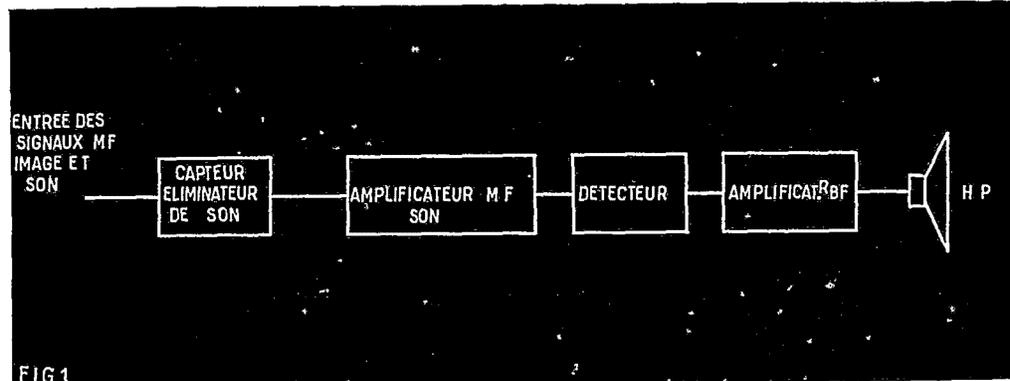

FIG.1
La chaîne MF son peut être représentée schématiquement comme l'indique le diagramme fonctionnel de la figure 1.
On s'assurera d'abord que l'absence du son ne provient pas simplement à cause de la non-application du signal MF son à l'entrée du circuit spécial son représenté par la figure 1.
Cette vérification ayant été faite, on examinera successivement les parties de la figure 1 à l'aide du procédé dynamique, en partant soit de la fin (HP) vers le commencement (éliminateur-captteur de son), soit en sens opposé. De cette manière on doit forcément trouver l'endroit où il y a panne empêchant le signal d'aller plus loin.